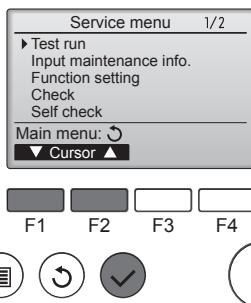

Fig. 6-3
③ F1 veya F2 düğmesi ile "Test run" (Çalışma testi) öğesini seçin ve ② düğmesine basın. (Fig. 6-3)